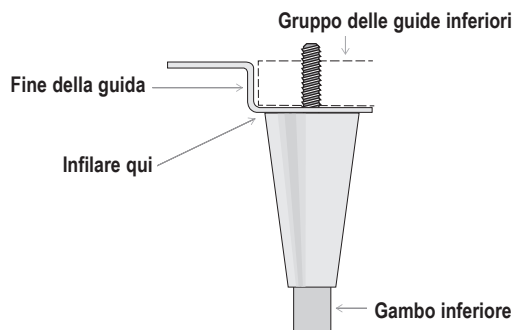

Fig. 4 Diagramma della gamba di livellamento
3. Avvitare le gambe di livellamento nella guida a cornice o nel fondo dell'elettrodomestico. Vedere figure 4 e 5.
5. Se l'elettrodomestico non è livellato, sollevare gentilmente e supportare la base dell'elettrodomestico. Quindi, con una chiave inglese aggiustabile, avvitare i perni inferiori delle gambe di livellamento verso l'interno o verso l'esterno per mettere a livello e sostenere l'elettrodomestico. Vedere le figure 4 e 6.